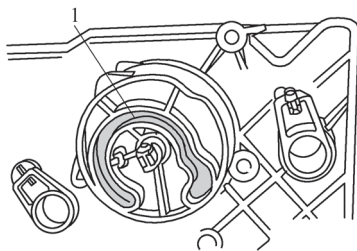

图 5-33 安装凸轮
- 1) 如图 5-33 所示，将凸轮 1 插在进气口外壳上。插入凸轮时，外部循环空气翻板调节杆的导向销应位于凸轮的凹槽中。